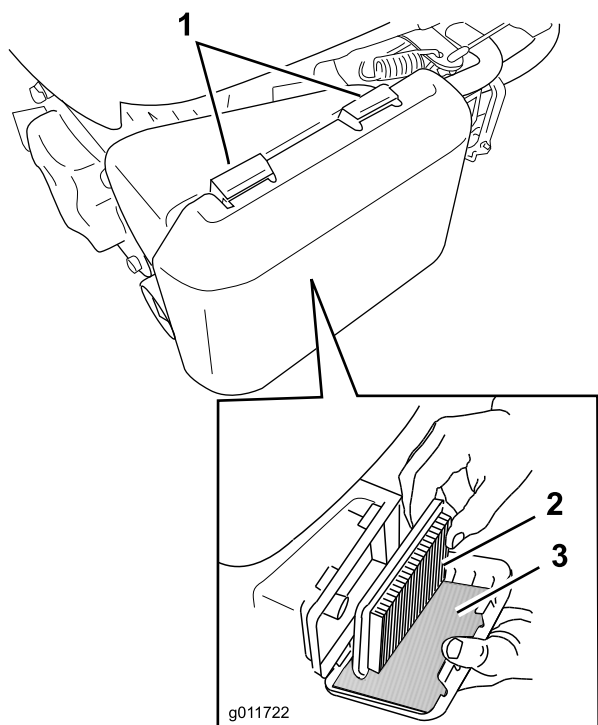

Figura 25
1. Presione hacia abajo los cierres de la parte superior de la tapa del limpiador de aire (Figura 25).
3. Retire el filtro de aire de papel y el pre-filtro de gomaespuma (Figura 25).